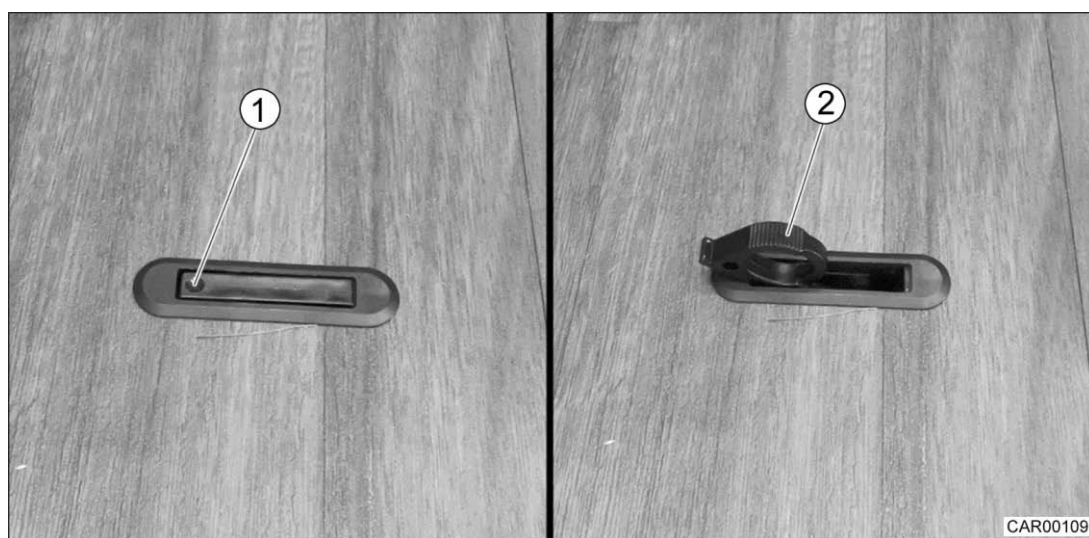

Fig. 94 Dispositif de fermeture dans les trappes de plancher
1. Enfoncer le dispositif de fermeture au niveau du marquage (Fig. 94/1). Le levier à poignée (Fig. 94/2) pivote vers le haut.
1. Fermer la trappe et rentrer le levier de la poignée (Fig. 94/2).